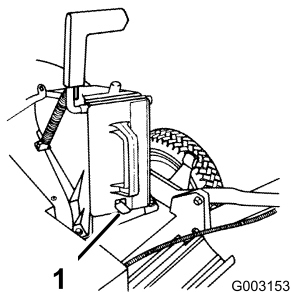

Figure 8
- Poussez l'obturateur au maximum jusqu'à ce que le loquet à ressort situé au bas s'enclenche en position, et fixe fermement l'obturateur dans le conduit de l'éjecteur (Figure 8).